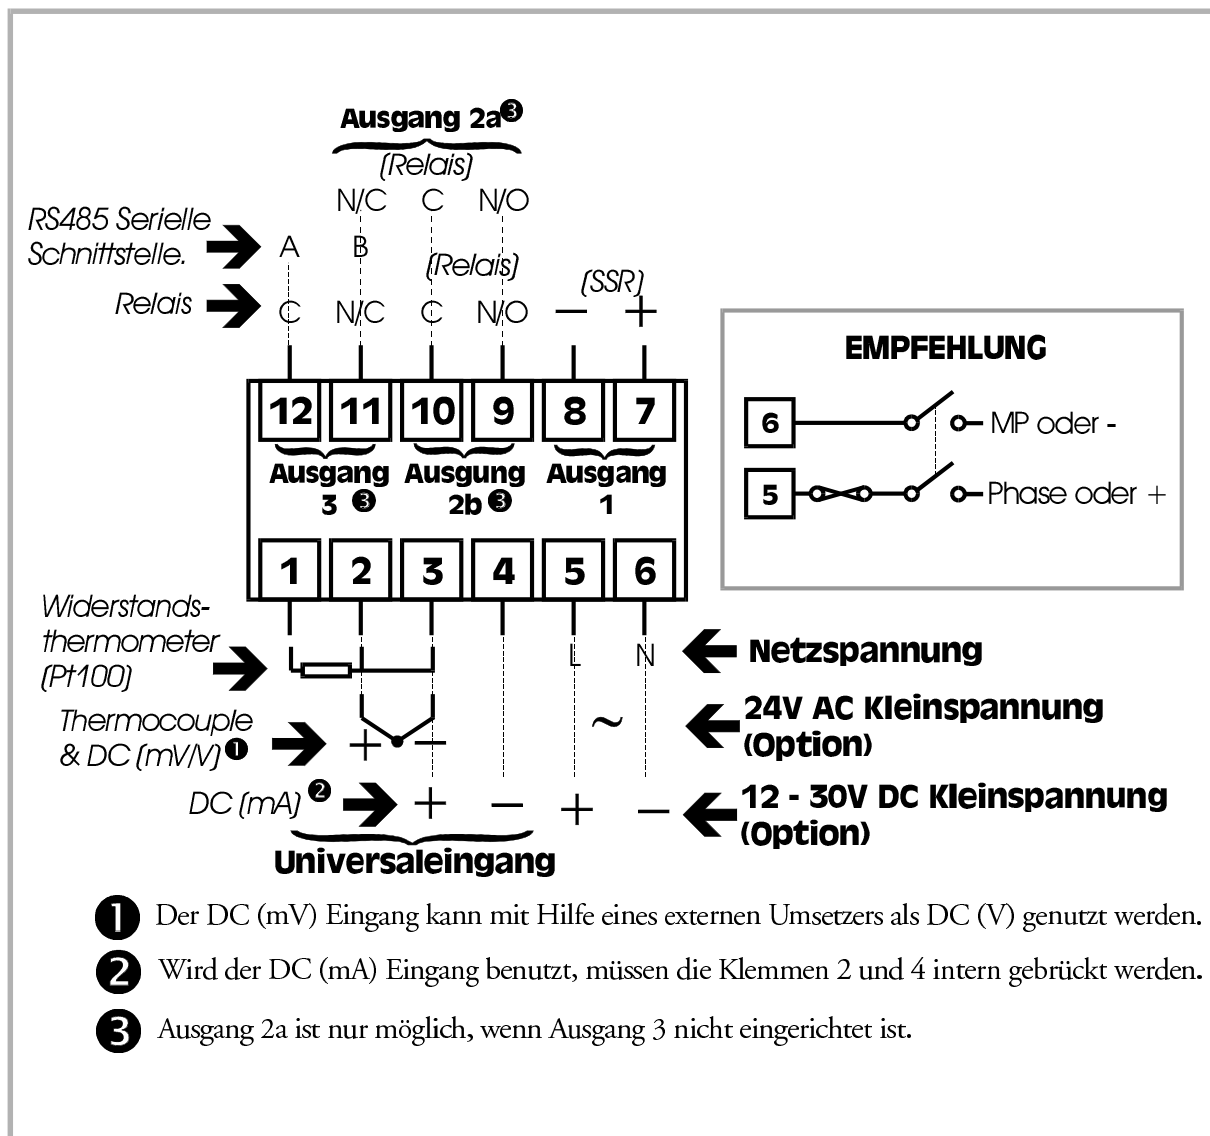

Abb. 3-1 Anschlußklemmenbelegung
Lineare Spannungseingänge (mV) werden an den Klemmen 2 und 3 angeschlossen, wie in Abb. 3-1 gezeigt. Lineare Spannungseingänge (V) werden an den gleichen Klemmen angeschlossen, benötigen jedoch einen externen Umsetzer. Lineare Stromeingänge (mA) werden an den Klemmen 3 und 4 angeschlossen. Die Klemmen 2 und 4 müssen gebrückt werden.